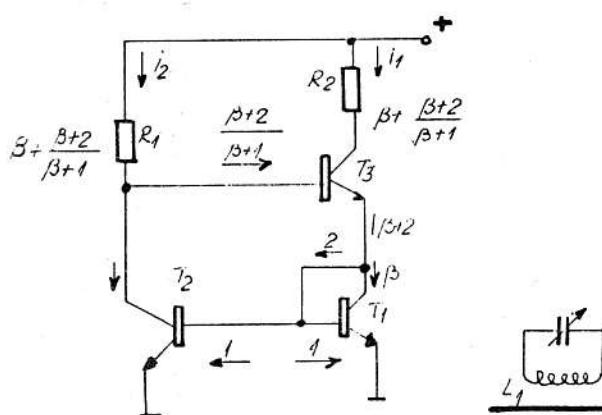

Fig. 1
În cel mai simplu caz, se poate folosi voltmetrul cu diodă ca în fig. 1. Pentru puteri mici (QRP) și mijlocii se poate folosi o diodă semiconductoră obișnuită. La puteri de peste 200 W, diodele semiconductoare uzuale nu mai corespund din cauza tensiunii reduse de străpungere. De exemplu dioda 1N4148 se poate folosi până la tensiuni de RF de 27 VRMS și frecvențe până la 600 MHz.
Rezistența de sarcină RS care constituie sarcina artificială propriu-zisă, se construiește pentru montajul din fig. 1
ARF a cărui schemă de principiu se arată în fig. 1 se caracterizează printr-o amplificare ridicată și stabilă precum și un cosum redus.
Firma Motorola a realizat o gamă largă de circuite integrate specializate, low - power, destinate sintezei de frecvență. Câteva dintre acestea sunt prezentate în tabelul 1. Unele au și fost descrise succint în revista noastră. Astăzi prezentăm circuitul MC 145156. Schema bloc a acestuia se arată în fig. 1. Circuitul constă dintr-un oscilator de referință, un divizor programabil (R) de 12 bit, un comparator digital de fază, un divizor programabil (N) de 10 bit conectat împreună cu un divizor programabil (A) de 7 bit, registre de deplasare, etaje latch și de separare.